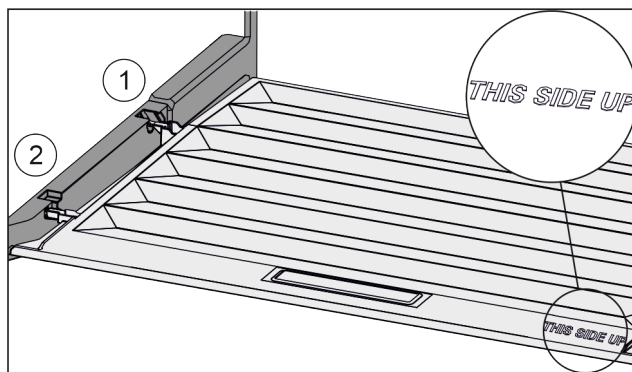

Fig. 74
- ▶ 从后部固定支架 Fig. 74 (1) 开口导入桥形接片并卡入固定支架 Fig. 74 (2) 的前端。